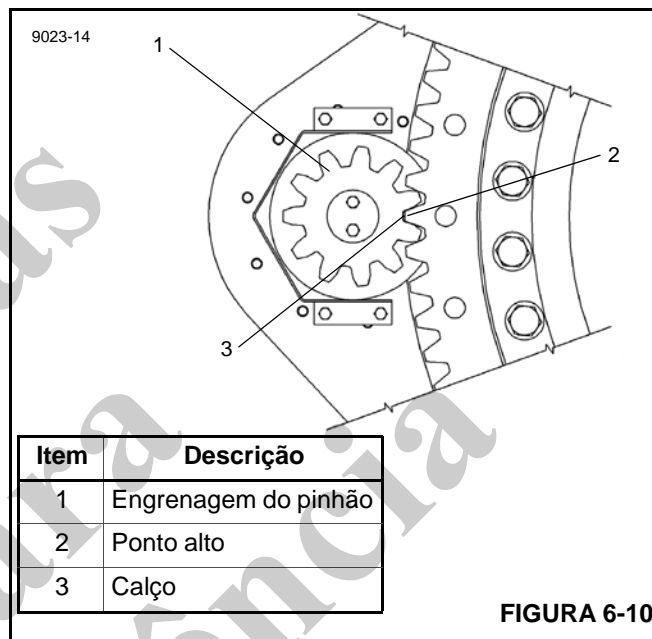

FIGURA 6-10
NOTA: Se for instalado um rolamento novo, é necessário usar também um pinhão novo (1, Figura 6-10). Alinhe o ponto superior (excentricidade máxima) (2) no rolamento ao ponto superior no pinhão novo.
6. Instale o pinhão de acionamento de giro de forma que o ponto superior (excentricidade máxima) esteja alinhado com o ponto superior do rolamento da torre. Verifique a folga com um calço de 0,203 mm (0.008 pol.) (3, Figura 6-10). Se o pinhão precisar ser movimentado para obter a folga adequada, entre em contato com o distribuidor local.